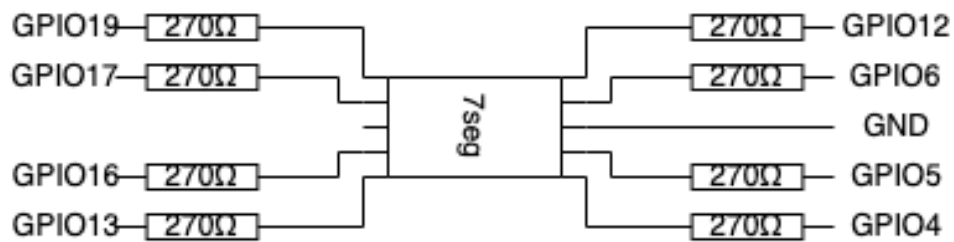

図 1：7セグメントディスプレイの回路図
- ① 7セグメントディスプレイの回路を組む。7セグメントディスプレイの回路図を図 1 に示す。